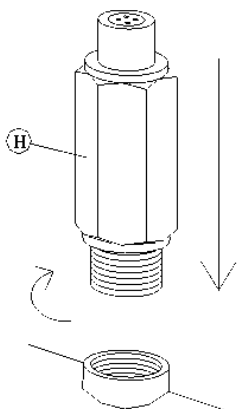

Abb. 8: UV-Sensor einbauen
- Anschließend den UV-Sensor mit O-Ring in die am Reaktor vorgesehene Verschraubung IG 1/4" (siehe Abb. 8) einschrauben und mit dem im Lieferumfang enthaltenen Montageschlüssel handfest anziehen (ca. 5 Nm).